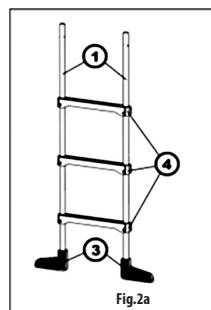
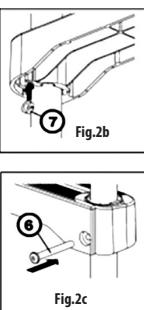

Fig. 2a
Fig. 2c
Tryck fast samtliga plaststeg (4) mot de båda ben (Fig. 2a). Se till att alla steg är riktade åt rätt håll. Flytta steg så att skruvhålen passar in med hålen på ben. Sätt muttern (7) i spår (Fig. 2b) underifrån på stegen och skruv ihop steg med skravar (6) (fig. 2c).
Druk alle plasticen trapstappen (4) op de twee paar poten (**Afb. 2a**) en zorg ervoor dat elke trapstap in dezelfde richting wijst. Schuif de trapstappen zodanig op de poten dat de openingen voor de schroeven passen op de openingen in de poten. Plaats de moer (7) in de groef aan de onderzijde van de trapstap (**Afb. 2b**) en schroef de trapstap vast (6) (**Afb. 2c**).